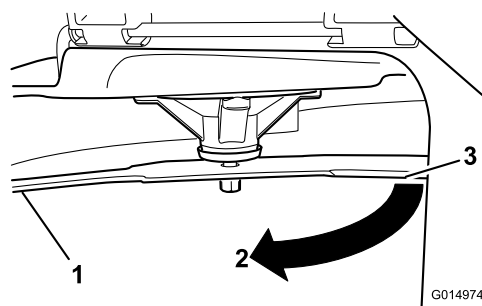

Figura 52
4. Ruotate la stessa lama di 180 gradi in modo che il tagliente opposto si trovi ora nella stessa posizione (Figura 52).